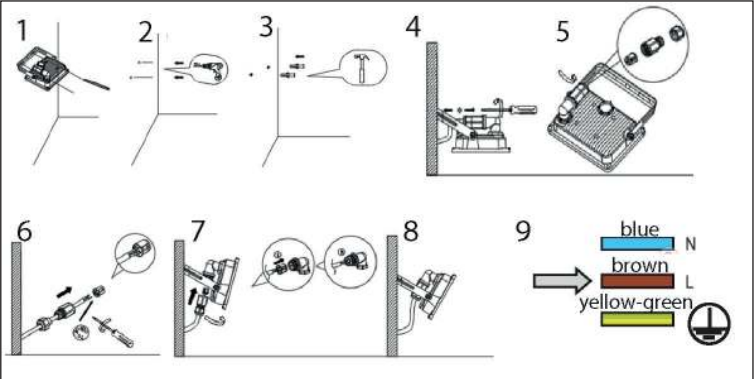

Fig. 2 : Mounting
5.1 Montáž venkovního LED reflektoru (fig. 2 - 4)
4. Pomocí vhodného nástroje vyvrtejte montážní otvory. Viz fig. 2 a 3.
5.1 Montaż naświetlacza zewnętrznego LED (fig. 2 - 4)
- Wywiercić otwory montażowe za pomocą odpowiedniego narzędzia. Patrz fig. 2 i 3.